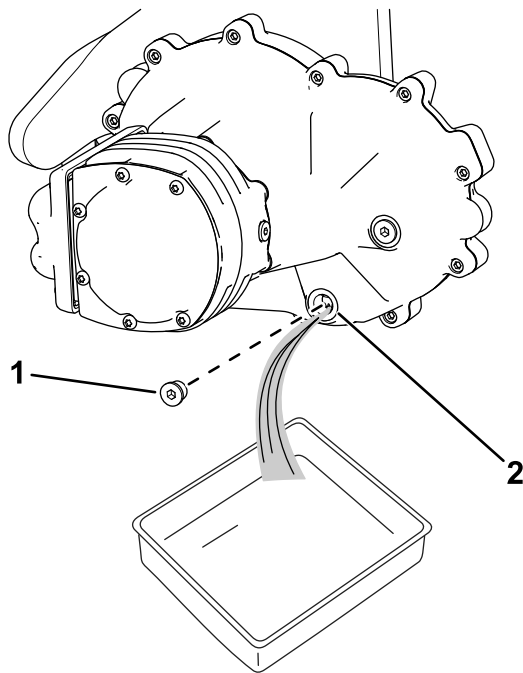

Figura 10
1. Coloque un recipiente debajo del conjunto del motor de rueda (Figura 10).
2. Retire el tapón del orificio de vaciado (Figura 10).
5. Instale el tapón de vaciado en el orificio de vaciado (Figura 10).